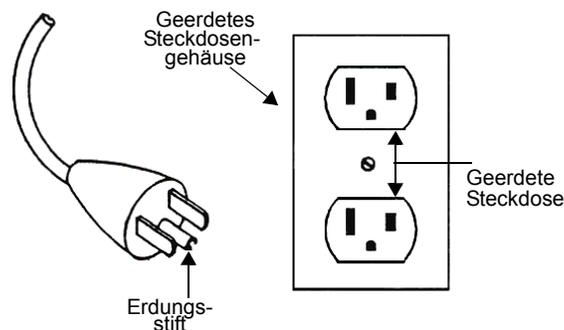

Abbildung 6 Erdungssteckdose und -steckverbinder
- Ist dieses Produkt für einen Stromkreis mit einer Nennspannung von 120 V vorgesehen, so ist dafür ein Erdungsstecker wie in Abbildung 6 abgebildet zu verwenden.